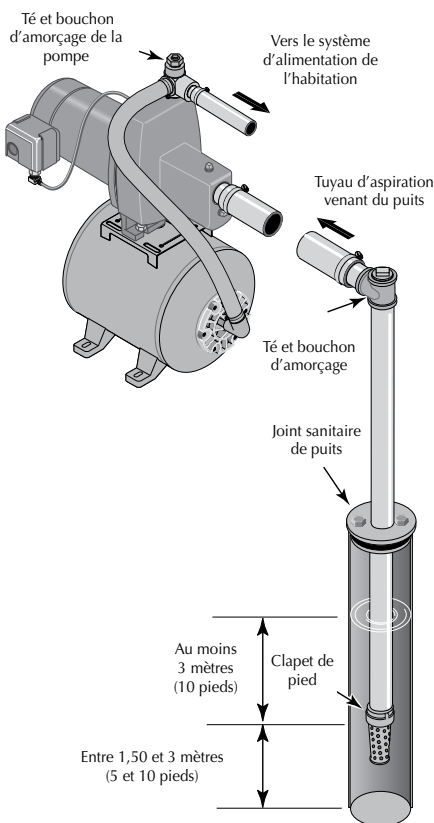

Figure 2: Branchement sur un puits tubé
Installation sur un puits à tubage de 2 pouces de diamètre ou plus grand (Figure 2)
- 2 ° Brancher le clapet de pied, la crépine et le tuyau du puits (voir la Figure 2). S'assurer que le clapet de pied fonctionne librement.
- 4 ° Poser le té d'amorçage, le bouchon d'amorçage et le tuyau d'aspiration sur la pompe (voir la Figure 2). Brancher le tuyau provenant du puits sur l'orifice d'aspiration de la pompe en utilisant le moins possible de raccords - en particulier des coudes - étant donné que les raccords augmentent le frottement de l'eau dans les tuyaux (il faut toutefois ajouter un clapet de pied — voir la Figure 2). Le diamètre du tuyau d'aspiration doit être au moins aussi grand que le diamètre de l'orifice d'aspiration de la pompe. Supporter le tuyau de façon qu'il ne soit pas cintré afin qu'il n'exerce pas de contraintes sur le corps de la pompe; de plus, il doit être légèrement incliné vers le haut, du puits jusqu'à la pompe (les points hauts risquent de causer des poches et des bouchons d'air dans la pompe). Rendre étanches les raccords du tuyau d'aspiration avec du ruban d'étanchéité en PTFE pour filetage. Les raccords doivent être étanches à l'air et à l'eau. Si le tuyau d'aspiration aspire de l'air, la pompe ne pompera pas l'eau du puits.